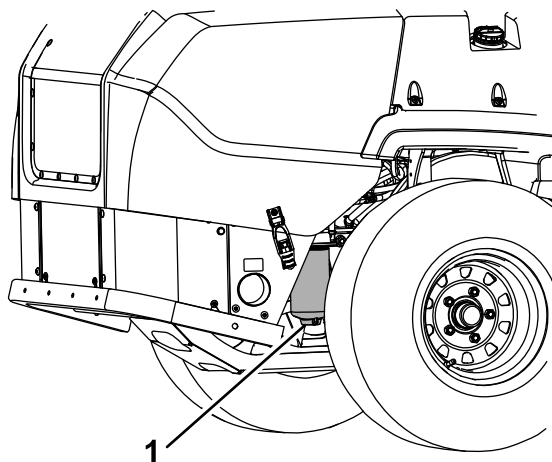

Figure 45
3. Placez un bac de vidange sous le filtre à carburant et dévissez le bouchon de vidange d'environ un tour (Figure 45).